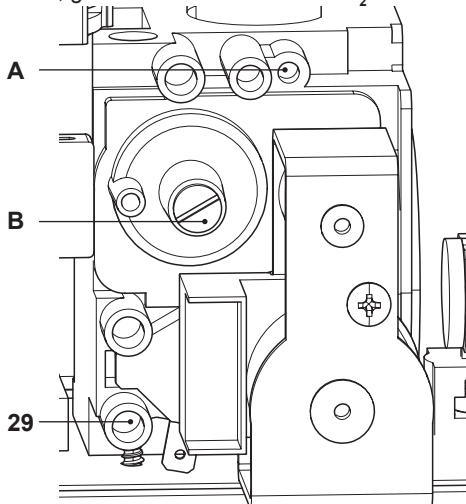

Figura 7.6
- A caldaia spenta (fuori servizio), controllare la pressione di alimentazione utilizzando la presa 29 in Figura 7.6 e confrontare il valore letto con quelli riportati nella tabella Pressioni di alimentazione gas nella sezione "Dati tecnici" pag. 24.
- Richiudere bene la presa di pressione 29 in Figura 7.6.
- Per tarare il  $\text{CO}_2$  della caldaia (pressione del gas al bruciatore) svitare completamente il tappo in ottone di protezione **B** e agire sulla vite a brugola  $\varnothing$  4 mm sottostante Figura 7.6, girando in senso orario il  $\text{CO}_2$  aumenta.
• Se i due dati non coincidono agire sulla vite regolazione massimo RQ (**A** in Figura 7.6) della valvola gas e tarare il  $\text{CO}_2$  allo stesso valore riportato nella sezione "Dati tecnici" in tabella "Dati in sanitario" pag. 24 (modello **M261V.2025 SM/..**) e pag. 28 (modello **M261V.3035 SM/..**). Girando in senso orario il  $\text{CO}_2$  diminuisce.